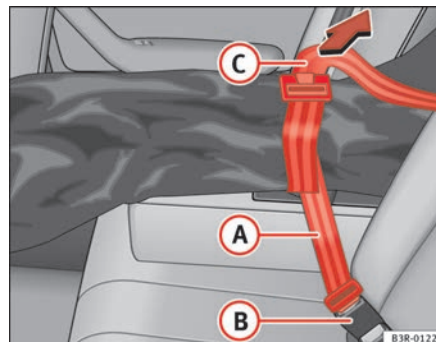

Fig. 129 Modo de fixar o saco para objectos longos no fecho do cinto
- Introduza o cinto (A) ⇒ página 156, fig. 129 do saco no fecho do cinto central (B).
- Estique o cinto, puxando pela extremidade livre (C).